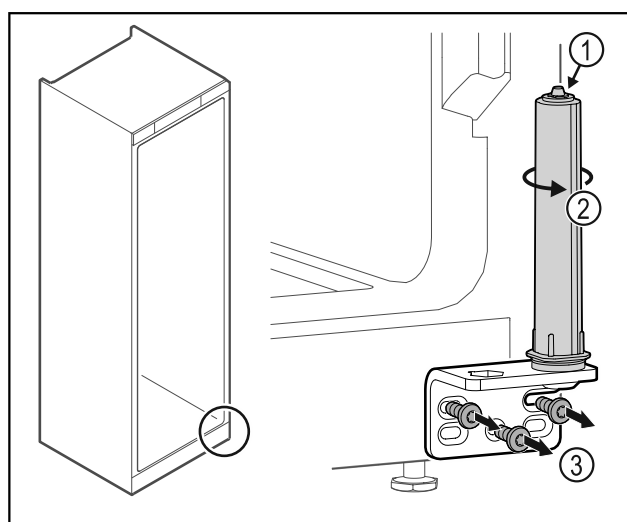

Fig. 33
- Türschließsystem nicht zerlegen Fig. 33 (1).
- Schließsystem Fig. 33 (2) drehen, bis es klickt.
- Scharnierwinkel Fig. 33 (3) abschrauben.